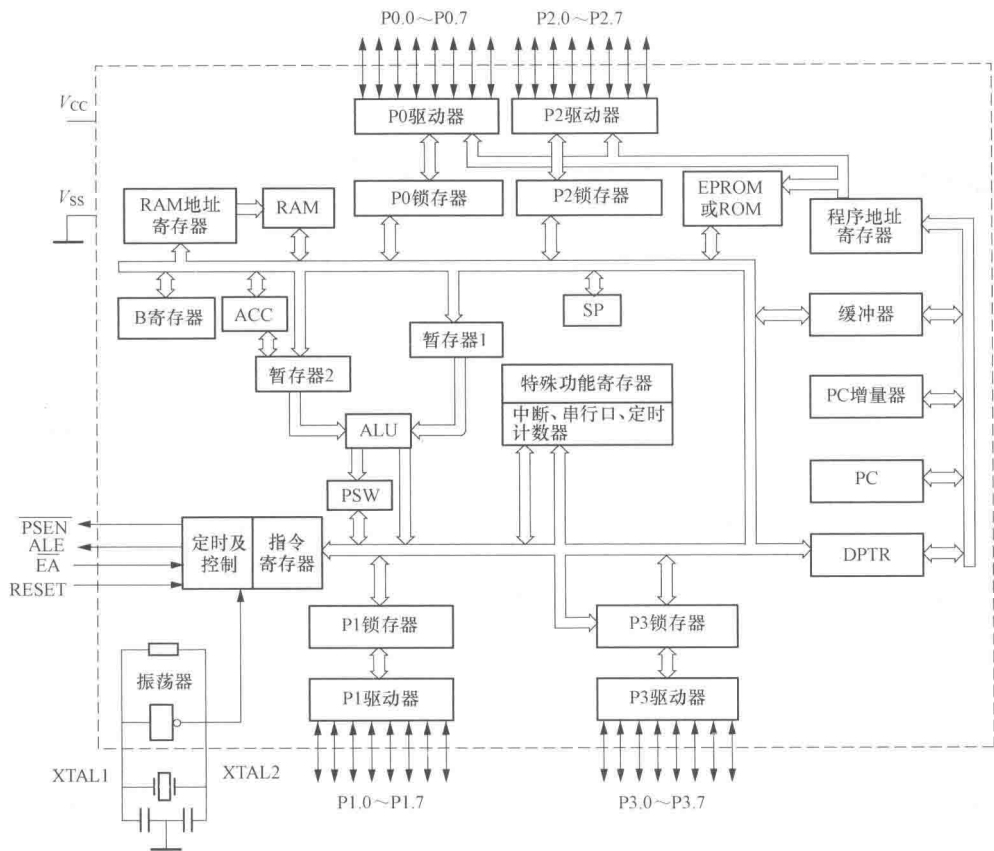

图 1-2 STC15F2K60S2 内部结构图
(2) 内部结构框图。STC15F2K60S2 单片机结构中包含运算器、控制器、片内存储器,兼容 8051 系列单片机,但功能更强,除传统 4 个 I/O 口外增加了 P4、P5 口,串行口两个,可以同时使用;包含 6 个定时器;3 个 16 位可重装初值定时器 T0/T1/T2;3 个 (PWM/PCA/CCP);3 个 CCP 可再实现 3 个定时器。其中的 PWM 功能可以用作 D/A 转换器。它具有一个掉电唤醒定时器,一个片内看门狗,12 个中断源,两个中断优先级;具有 8 通道高速 A/D 转换器,还有高速 SPI 串行同步通信接口;具有外部总线功能,具有 ISP(在系统编程)/IAP(在应用编程)功能;具有大容量存储器 (8~62KB Flash 程序存储器,2KB 的 SRAM 存储器);具有多种封装形式 (PDIP40、LQFP44)。STC15F2K60S2 内部结构如图 1-2 所示。
(3) 存储器。传统的 8051 单片机片内只读存储器 (ROM) 用作程序存储器,用于存放已编好的程序、数据表格等。片内读写存储器 (RAM) 又称随机存取存储器,可用于存放输入、输出数据和中间计算结果,同时还作为数据堆栈区。当存储器的容量不够时,可以进行外部扩展。